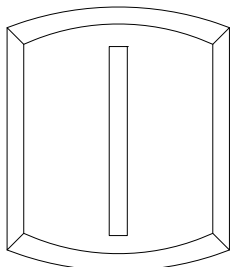

Abb.1 Einsetzen der Sprosse
- Die anextrudierte Verglasungsdichtung (3) im Flügel ist im Bereich der Sprossenverbindung auszuklinken. Der Dichtungsfuß ist in der Nut zu belassen.
- Mit der Bohrlehre 9G81 (Bohrbild Seite 10) wird der Flügel mit  $\varnothing 3$  mm (4) vorgebohrt.
- Den Verbinder 9G80 bzw. 9G82 (5) auf die gefräste Sprosse (1) aufsetzen und mit 2 Senkschrauben  $\varnothing 4,2 \times 35$  mm (6) in den Schraubkanälen der Sprosse (1) befestigen.
- Zum Einsetzen der Sprosse (1) den Flügel (2) auseinander drücken (Abb.1). Die Sprosse (1) im Flügel (2) positionieren und mit 4 Schrauben  $\varnothing 3,9 \times 19$  mm (7) verschrauben.